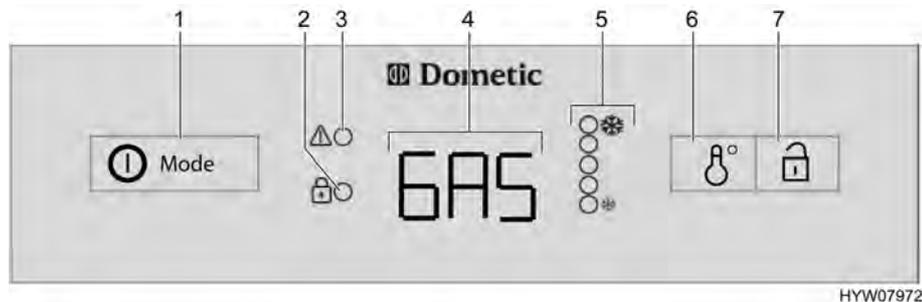

Fig. 159 Elementi di comando per il frigorifero (serie Dometic 8 con AES)
In caso di guasti il relativo indicatore LED "!" (Fig. 159,3) lampeggia.
Se l'alimentazione a 230 V **non** è allacciata e il motore del veicolo è **spento**, il sistema AES seleziona il rifornimento di gas. Selezionando il funzionamento a gas, il dispositivo di sicurezza si apre automaticamente, così che il gas possa fluire al bruciatore. Contemporaneamente si inserisce l'accenditore elettronico. Se la fiamma del gas si spegne, p. es. a causa di un colpo di vento, l'accenditore viene subito azionato riaccendendo il gas. In caso di guasti nel funzionamento a gas, nell'indicazione di funzionamento (Fig. 159,4) lampeggia la scritta "GAS".
Dopo l'accensione il frigorifero seleziona automaticamente la regolazione intermedia del termostato. Questa impostazione può essere modificata manualmente con l'interruttore per la regolazione della temperatura (Fig. 159,6). Gli indicatori LED (Fig. 159,5) visualizzano la temperatura selezionata sul termostato. Con l'interruttore viene regolata la temperatura di refrigerazione per tutti i tre tipi di energia. Ci vogliono alcune ore prima che il frigorifero raggiunga la temperatura normale di esercizio. Cambiando la modalità di funzionamento la regolazione del termostato non viene modificata. La temperatura di refrigerazione è indipendente dal tipo di energia utilizzata.
- Premere l'inseritore/selettore di energia (Fig. 159,1) per 2 secondi, per accendere l'apparecchio. L'ultima modalità di funzionamento prescelta viene visualizzata nell'indicazione di funzionamento (Fig. 159,4).
- Con l'inseritore/selettore di energia (Fig. 159,1) selezionare il tipo di energia.
- Regolare la temperatura di refrigerazione sull'interruttore per la regolazione della temperatura (Fig. 159,6). Gli indicatori LED (Fig. 159,5) visualizzano la regolazione del termostato prescelta.
- Premere l'inseritore/selettore di energia (Fig. 159,1) per 2 secondi. Cancellare tutte le indicazioni.